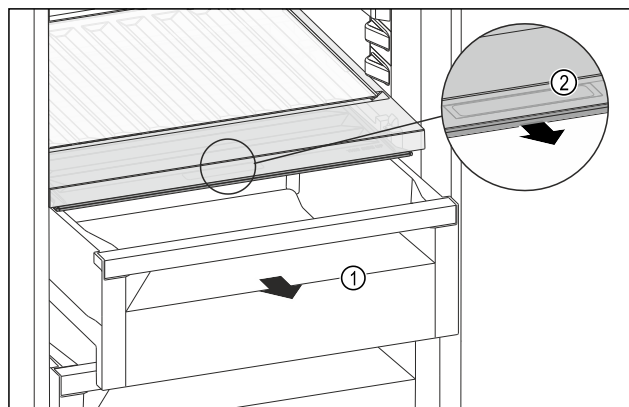

Fig. 127
- Zásuvku Fig. 127 (1) vytáhněte.
- Uchopte prohlubeň pro rukojeť Fig. 127 (2) na víku zásuvky a současně zatáhněte za víko zásuvky směrem dopředu.